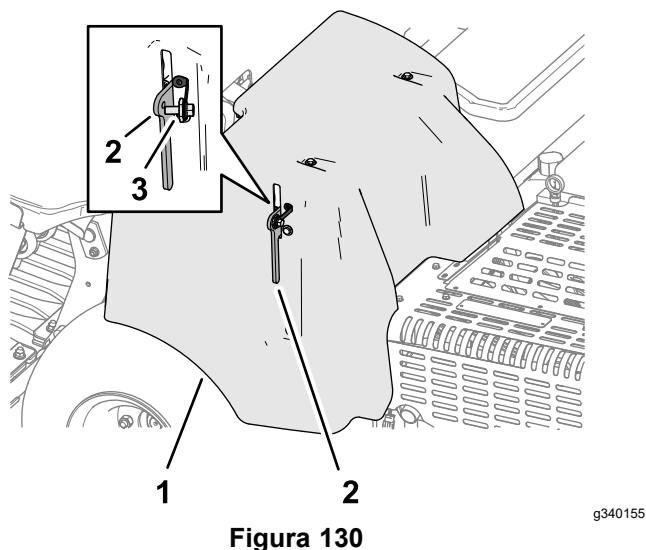

Figura 130
1. Si la máquina tiene la trabilla de cierre de la cubierta de la correa CE, afloje el perno de la trabilla hasta que se separe del cierre de la cubierta (Figura 130).